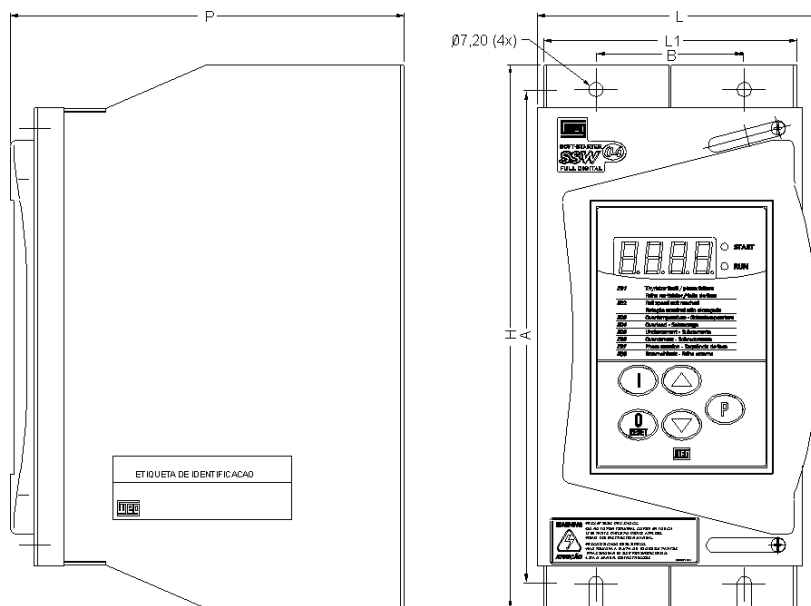

FIG. 3.2 - Dimensional da SSW-04 e furação para fixação
- ☑ Dimensões externas, furos p/ fixação etc, ver fig 3.2